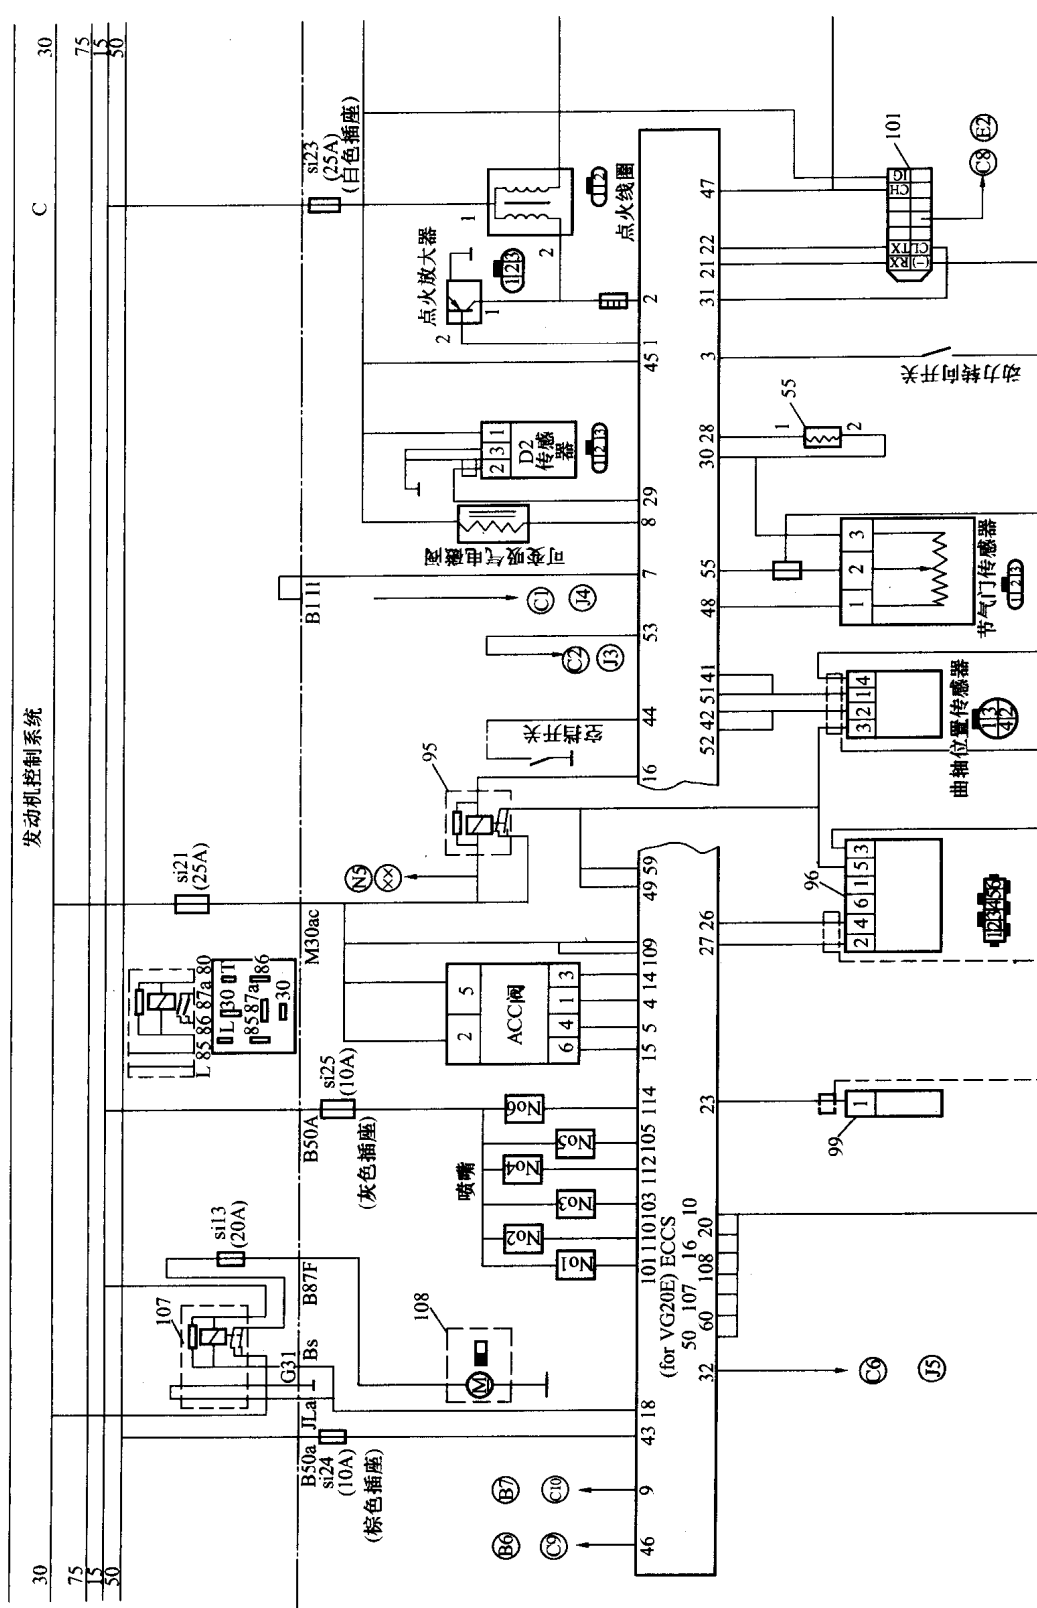

图 1-8 VG20E 型发动机电控燃油喷射系统电路图 (一)
红旗 CA7220E3 (L) 型轿车电路图如图 1-8~图 1-23 所示, 电路图中阿拉伯数字表示的电气元器件名称见表 1-1。